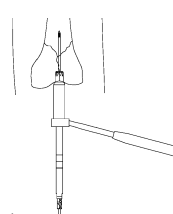

図 1
- 骨折部の整復後, ガイドピンを介してリーマーにてネイル挿入口を開窓します。 (図 1)